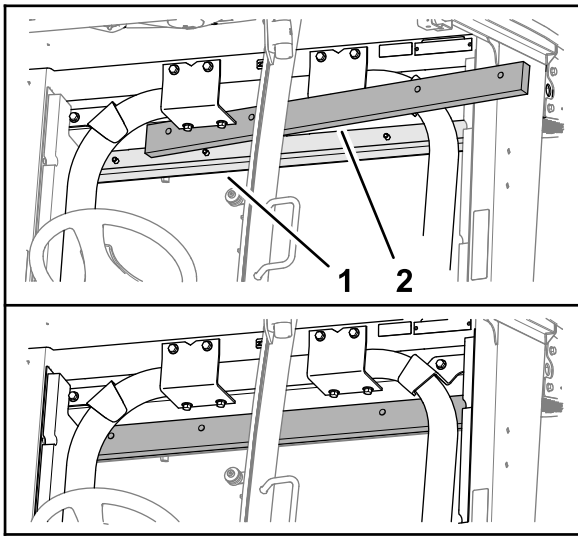

Figure 30
- Retirez la pellicule protectrice et installez le tampon isolant inférieur du pavillon au-dessus de la vitre arrière de la cabine (Figure 30).